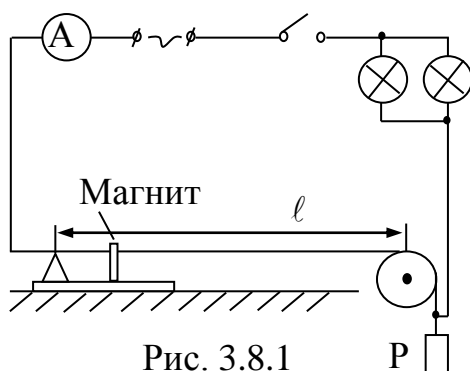

Рис. 3.8.1
через блок, подвесить гирию массой 100 г (рис. 3.8.1). Сила тяжести гири и будет являться силой натяжения проволоки. На первом штативе укреплен дугообразный магнит так, что проволока располагается между полюсами магнита. По проволоке пропускают переменный ток от сети через ламповый реостат. Так как по проволоке протекает переменный ток, то на проволоку действует
1. Проверить схему (см. рис. 3.8.1). Микрометром измерить толщину проволоки три раза в разных местах и найти среднее значение диаметра  $\langle d \rangle$ . Результаты занести в таблицу 3.8.1.